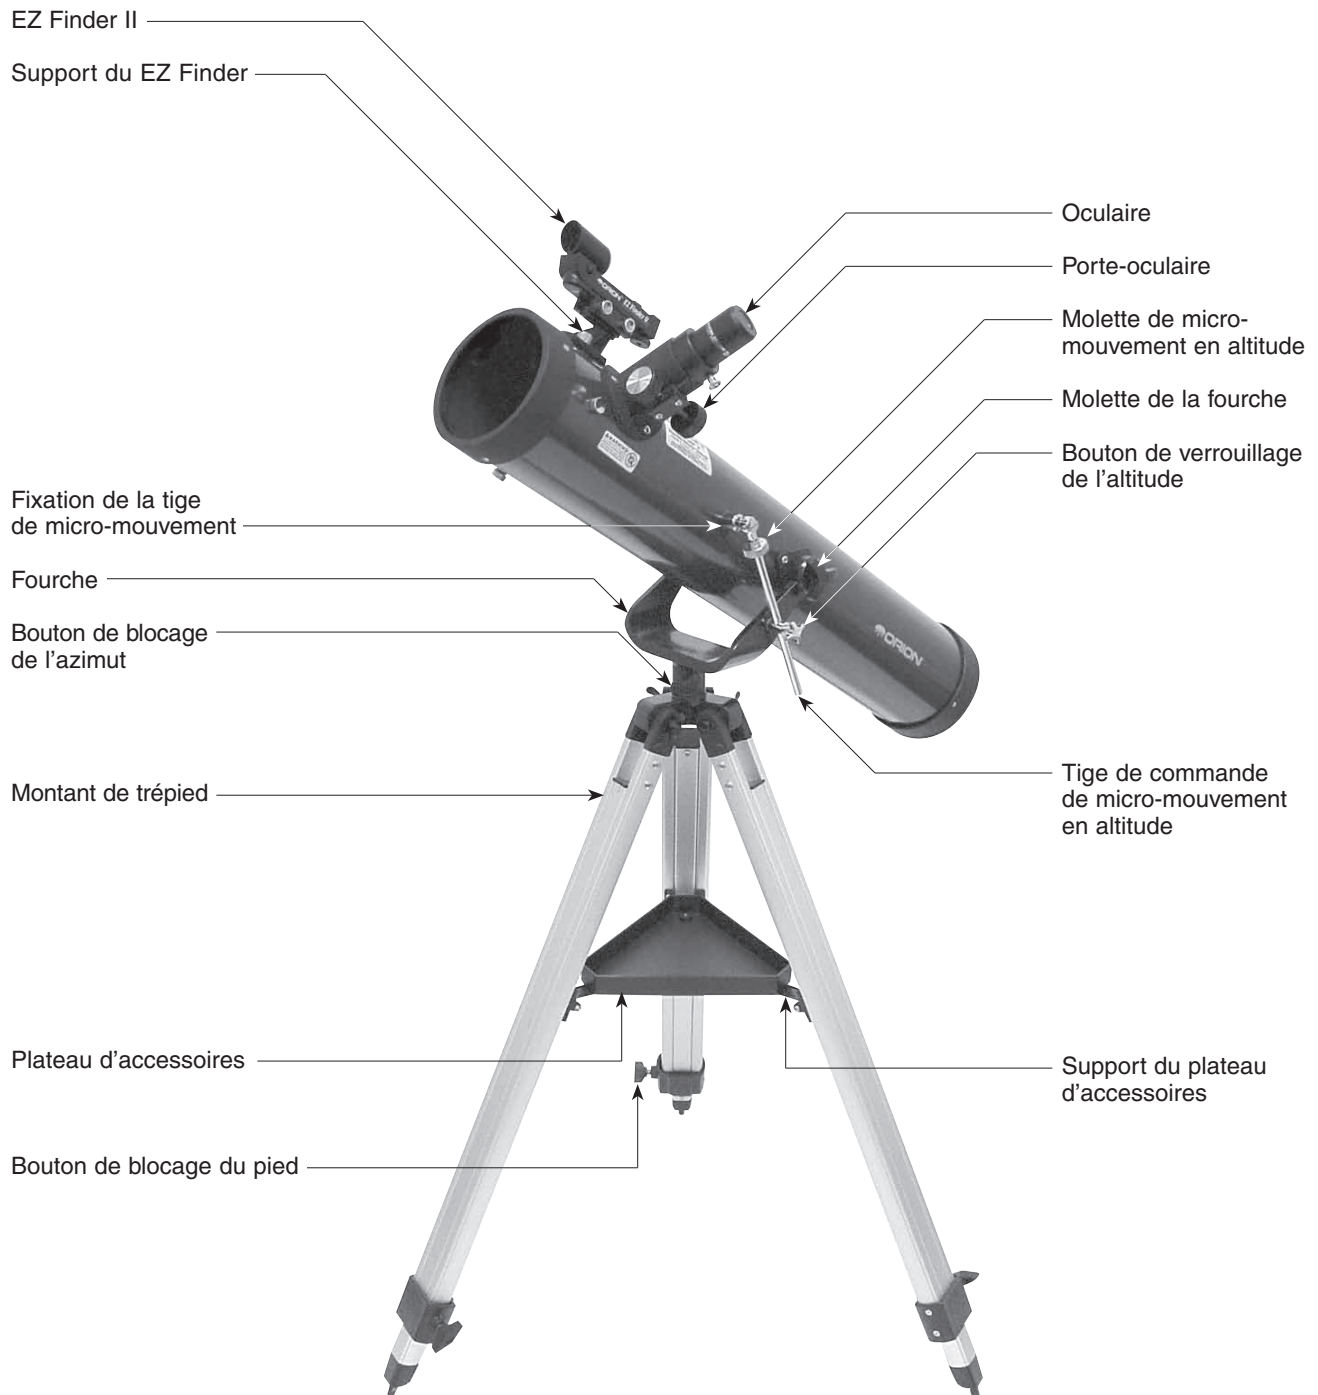

Figure 1. Le SpaceProbe 3 AZ.
Le premier montage du télescope nécessite environ 30 minutes. Vous aurez besoin d'un tournevis cruciforme et un tournevis à tête plate. Toutes les vis doivent être bien serrées pour éviter le fléchissement et les oscillations, mais il convient de ne pas trop les serrer pour ne pas endommager les filetages. Reportez-vous à la figure 1 durant le processus d'assemblage.
7. Retirez les deux écrous métalliques de sécurité du tube optique. Placez le support du chercheur EZ Finder II sur le tube de sorte que les trous du support glissent le long des deux tiges filetées du tube. Le EZ Finder doit être orienté comme indiqué sur la figure 1. Remplacez les écrous sur les tiges pour fixer le chercheur EZ Finder II.
Votre télescope est maintenant entièrement assemblé et devrait ressembler à la Figure 1. Gardez le cache antipoussière jusqu'à ce qu'à la prochaine observation.